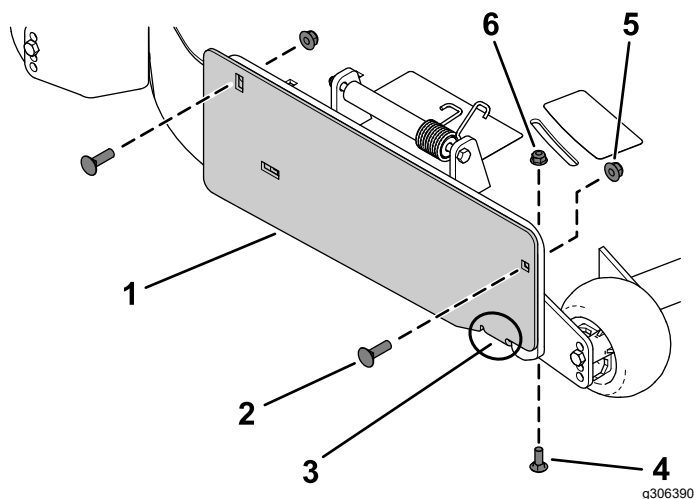

Bild 2
1. Befestigen Sie die Auswurfabdeckplatte mit zwei Schlosssschrauben (3/8" x 1 1/4") und zwei Sicherungsmuttern (3/8") an der Außenseite der Befestigungshalterung, wie in Bild 2 abgebildet.
2. Befestigen Sie die Nase mit einer Schlosssschraube (5/16" x 7/8") und einer Bundmutter (5/16") an der Innenseite des Mähwerks, wie in Bild 2 abgebildet.